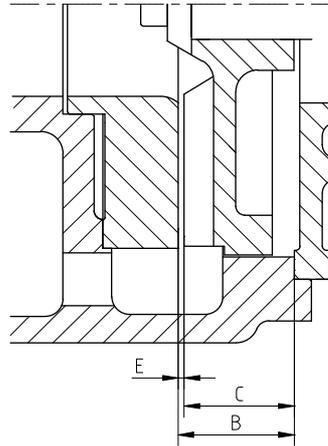

Abbildung 12: Spiel zwischen Laufrad und Schleißplatte.
- 2 Messen Sie den Abstand B zwischen der Schleißplatte und dem Pumpengehäuse, siehe Abbildung 12.
- 3 Messen Sie den Abstand C zwischen Laufrad und Zwischendeckel, siehe Abbildung 12.